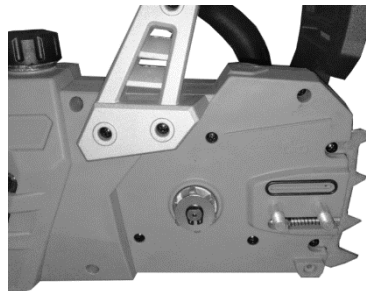

Abb. 3
- Kettenradabdeckung abnehmen (Abb. 3).